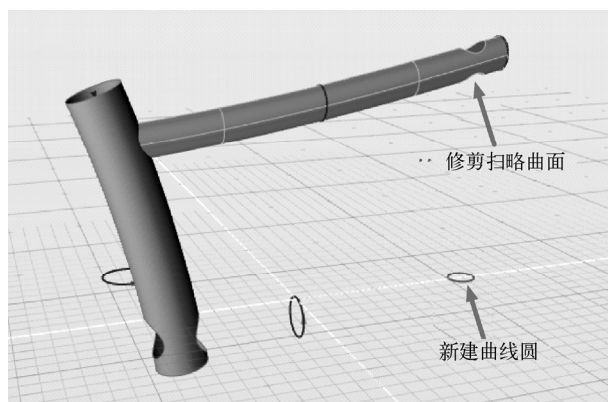

图 5-121 对扫略曲面进行修剪
3) 激活顶视图, 创建一个曲线圆, 并以类似前面操作的方法, 对扫略曲面进行修剪, 如图 5-121 所示。